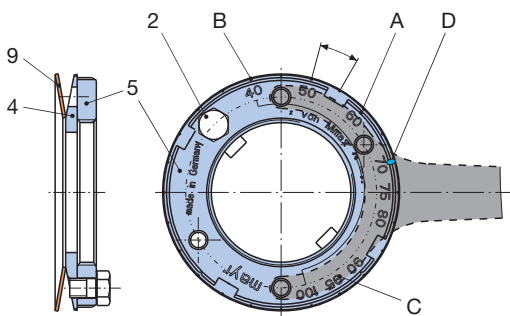
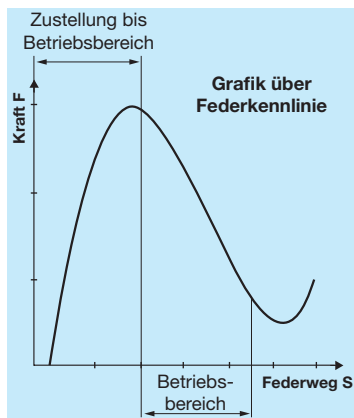

Bild 1: EAS®-compact® Durchrast- und Synchronkupplung
Bild 3
Die eingebauten Tellerfedern (9) werden im negativen Bereich der Kennlinie betrieben (Bild 3). Eine stärkere Vorspannung bewirkt ein Absinken der Federkraft. Drehen der Einstellmutter (5) (Größe 03 bis 3) bzw. der Gewindestifte (6) (Größe 4 und 5) im Uhrzeigersinn bewirkt also eine Verringerung des Drehmomentes, drehen gegen den Uhrzeigersinn erhöht das Drehmoment (Blickrichtung auf die Einstellmutter (5) - Bild 1 und 2).